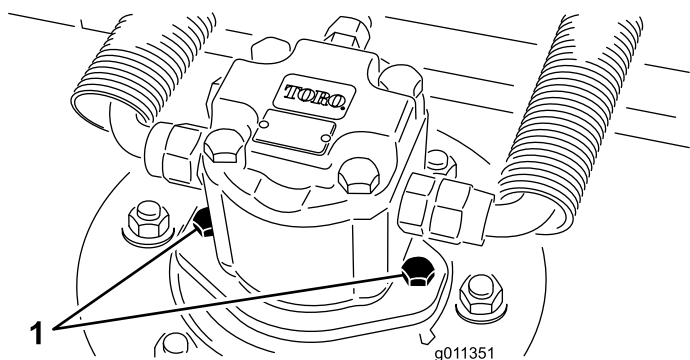

Figura 97
2. Scollegate e staccate il motore idraulico dal piatto di taglio (**Figura 97**). Coprite la parte superiore del mandrino per impedire che venga contaminato.
3. Montate il motore idraulico sul piatto di taglio (Figura 97). Verificate che l'O-ring sia in sede e non sia danneggiato.